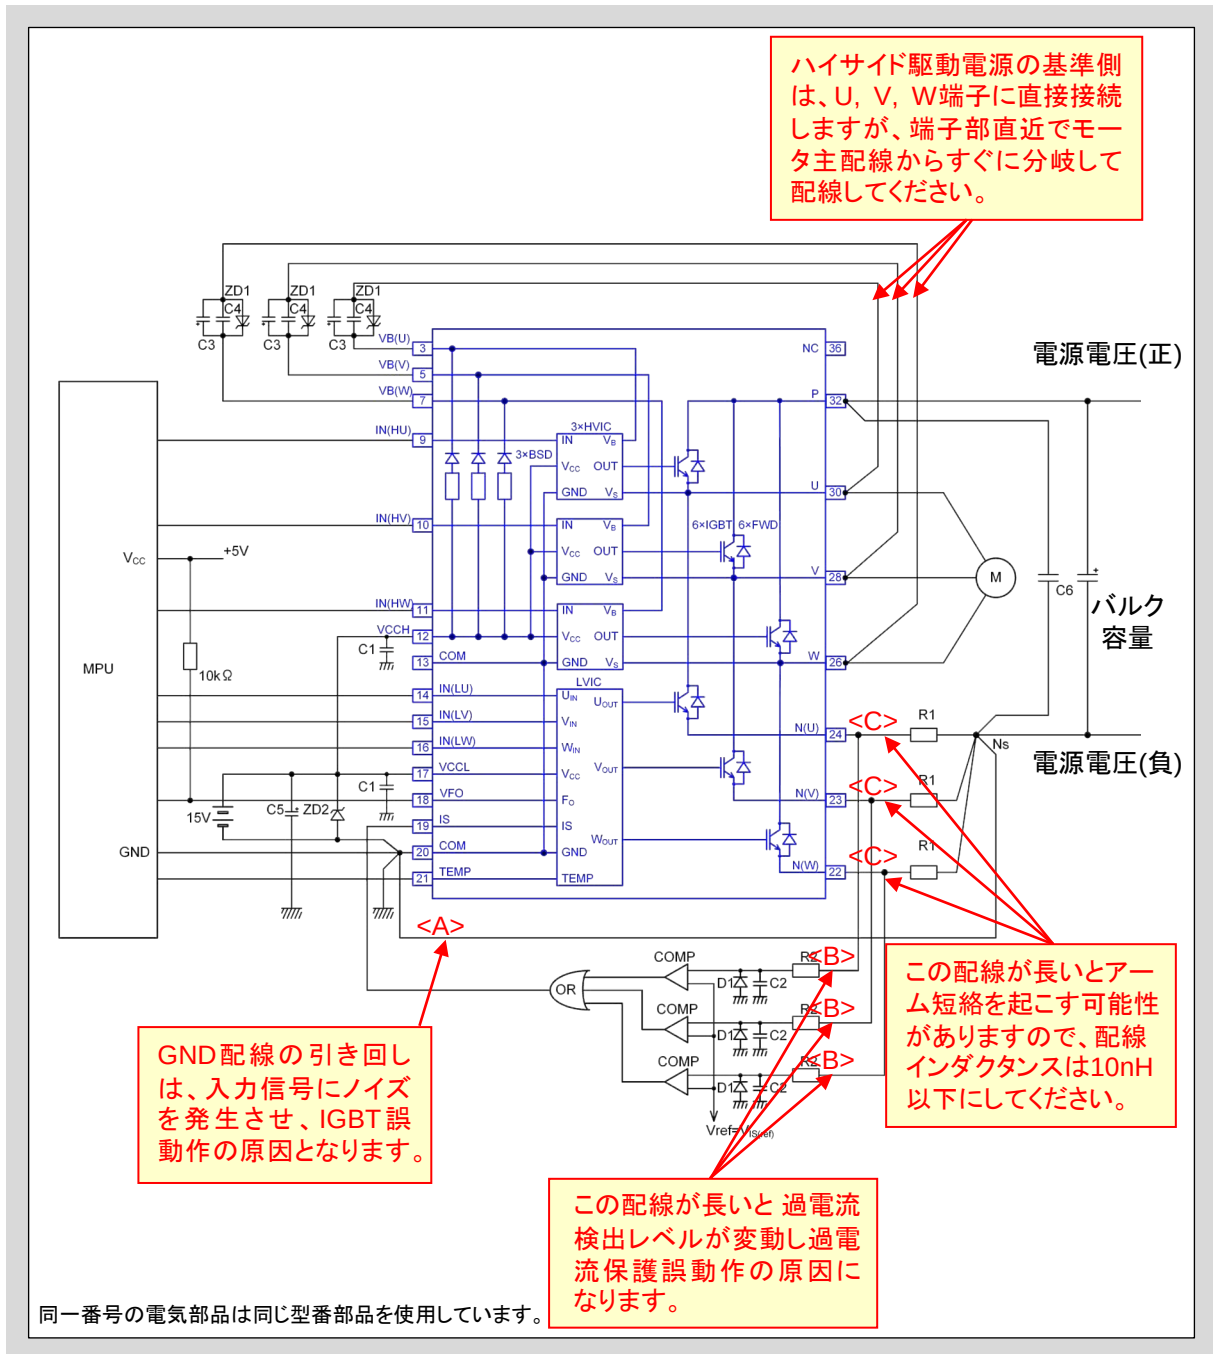

図5-2 応用回路例2 (3相個別で電流検出する場合)
- 2種類の電流検出方法の応用回路例を図5-1と図5-2に示します。注意事項は共通となります。